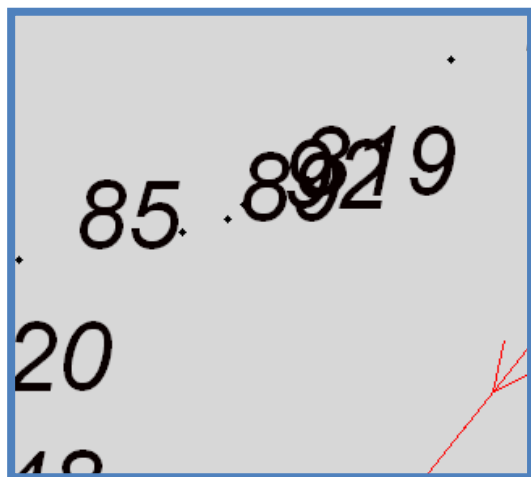

Рисунок 69 – Положение подписей пикетов до исправления
16. Результат исправления положения подписей (Рис.69,70).